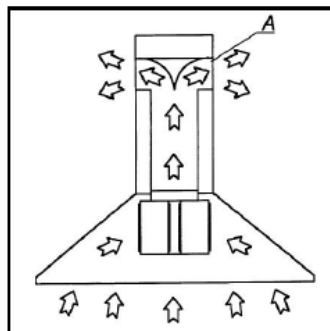

Fig.2
VERSIÓN FILTRANTE (Fig.2) (Opcional): Descarga los humos y olores aspirados reciclados normalmente de nuevo al interior del local (A). Esta opción suele usarse cuando no hay posibilidad de descargar al exterior. Se informa que con esta opción la aspiración se verá reducida, y el nivel sonoro es mayor que con la versión aspirante.